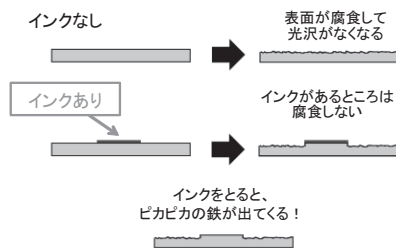

図3
- ※エッチング液は塩化鉄（Ⅲ）の水溶液で、鉄をひたすと以下の反応が結果として進み、腐食します（図 3）。